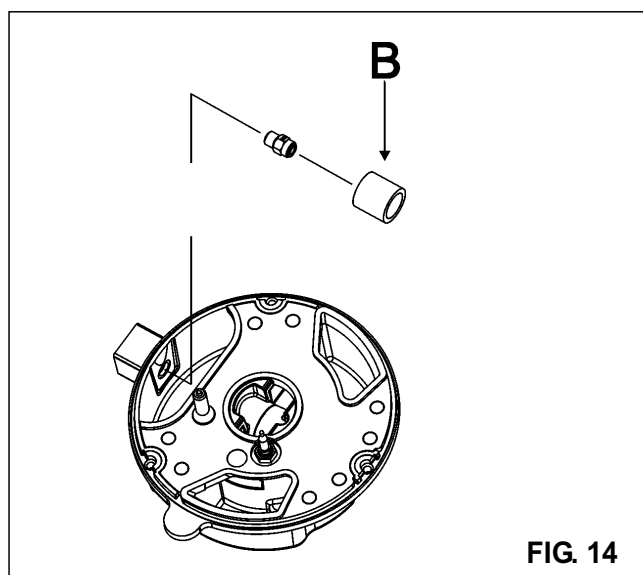

FIG. 14
- Den Regler "M" (Abb. 14) des Hahns entfernen, der einfach nur auf dem Stab desselben aufgesteckt ist.
- Einen kleinen Schraubendreher "D" in das Loch "C" (Abb. 14) einsetzen und die Drosselschraube nach rechts oder links drehen, bis die Flamme des Reglers richtig auf das "Minimum" eingestellt ist.
**Montieren Sie mit Buchsen (B), falls vorhanden (siehe Abb. 14).